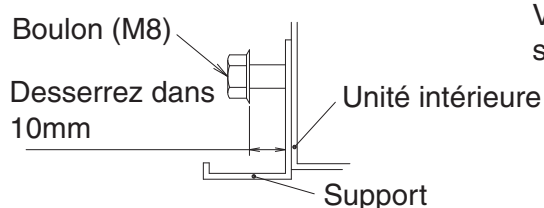
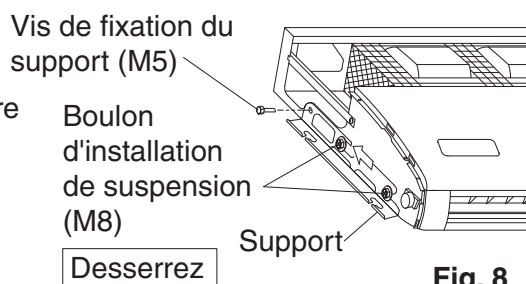

Fig. 7
Fig. 8
- Desserrez 2 boulons pour installer le support des deux côtés (M8) (4 emplacements à gauche et à droite) dans un espace de 10 mm. **(Reportez-vous à la Fig. 7 et Fig. 8)**
- Retirez la vis de fixation pour le support sur le côté arrière (M5), tirez le support vers l'arrière (le sens de la flèche) pour retirer. **(Reportez-vous à la Fig. 8).**